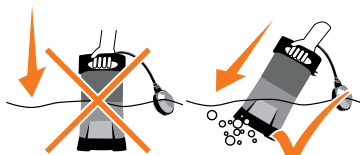

Рис. 6
- При погружении насоса в воду, наклоните его, для удаления из водозаборной части воздуха. Иначе первоначальный запуск насоса будет затруднен из-за воздушной пробки (Рис. 6).